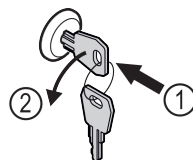

Fig. 159
- ▶ Trykk inn nøkkelen. Fig. 159 (1)
- ▶ Vri nøkkelen 90° mot klokka. Fig. 159 (2)